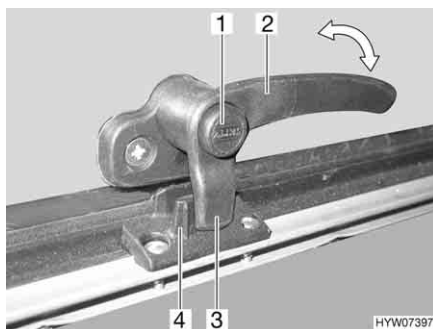
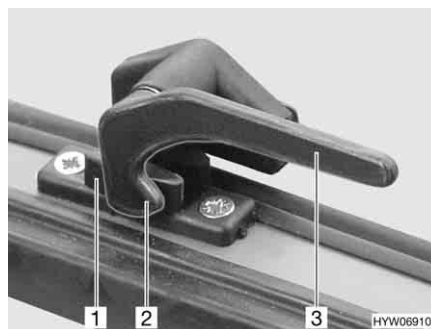

Fig. 97 Levier de verrouillage avec bouton de sécurité en position "Fermé"
Fig. 98 Levier de verrouillage en position "Fermé"
- S'il existe, appuyer sur le bouton de sécurité (Fig. 97,1) et le maintenir enfoncé.
- Tourner le levier de verrouillage (Fig. 97,2 ou Fig. 98,3) d'un quart de tour vers le centre de la fenêtre.
- Tourner le levier de verrouillage (Fig. 97,2 ou Fig. 98,3) d'un quart de tour vers le cadre de la fenêtre. Le tenon de verrouillage (Fig. 97,3 ou Fig. 98,2) du levier de verrouillage repose complètement sur le côté intérieur du verrouillage de fenêtre (Fig. 97,4 ou Fig. 98,1).
- En position "Fermé" (Fig. 97 et Fig. 98)